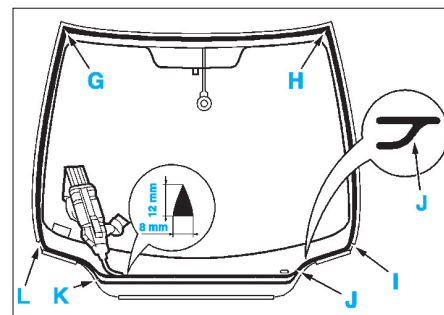

FIG. 78
• Prendre la buse livrée dans l'ensemble de collage et découper l'embout de la buse au Ø 8,0 mm sur une hauteur de 12 mm (Fig.78).